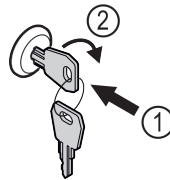

Fig. 181
- 按入钥匙。 Fig. 181 (1)
- 将钥匙顺时针转动 90°。 Fig. 181 (2)